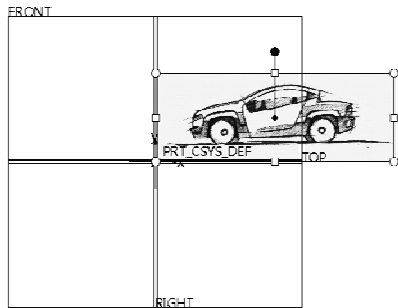

图 10-43 调整视角（FRONT 视角）
③ 调整视角以便于编辑图像属性。在“图形”工具栏中单击“已命名视图”按钮，从其已命名视图列表中选择“FRONT”视图，此时，视图效果如图 10-43 所示。